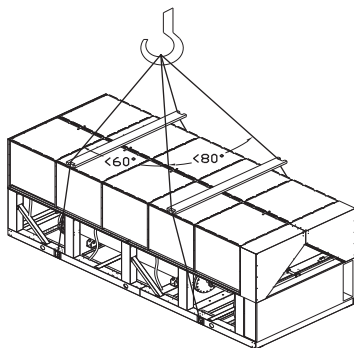

Рис. 6.2. Схема подъема чиллера
7. Схема подъема чиллера с помощью тросов представлена на рис. 6.2.